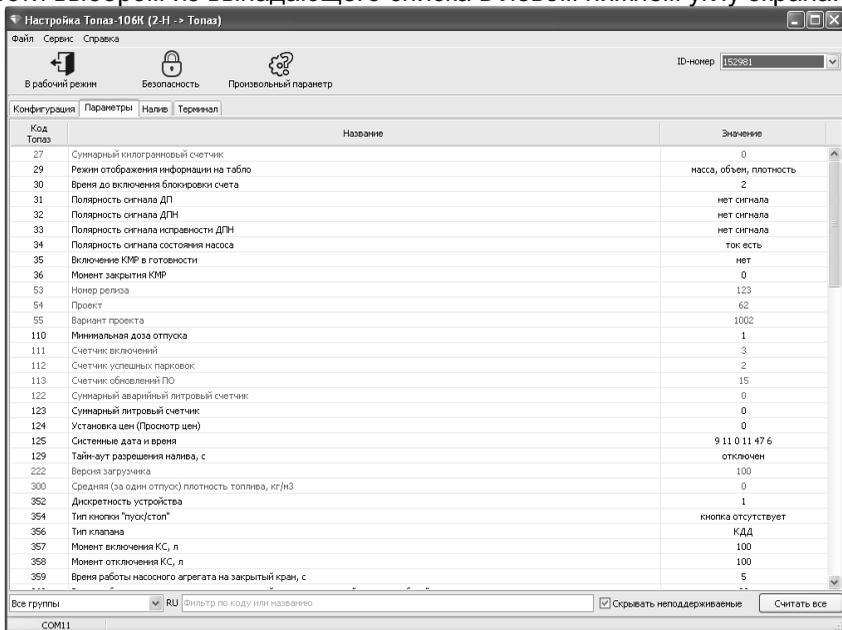

Рисунок 3
10.2.2 На вкладке "Параметры" (рисунок 3) можно просмотреть и при необходимости изменить значения параметров устройства.